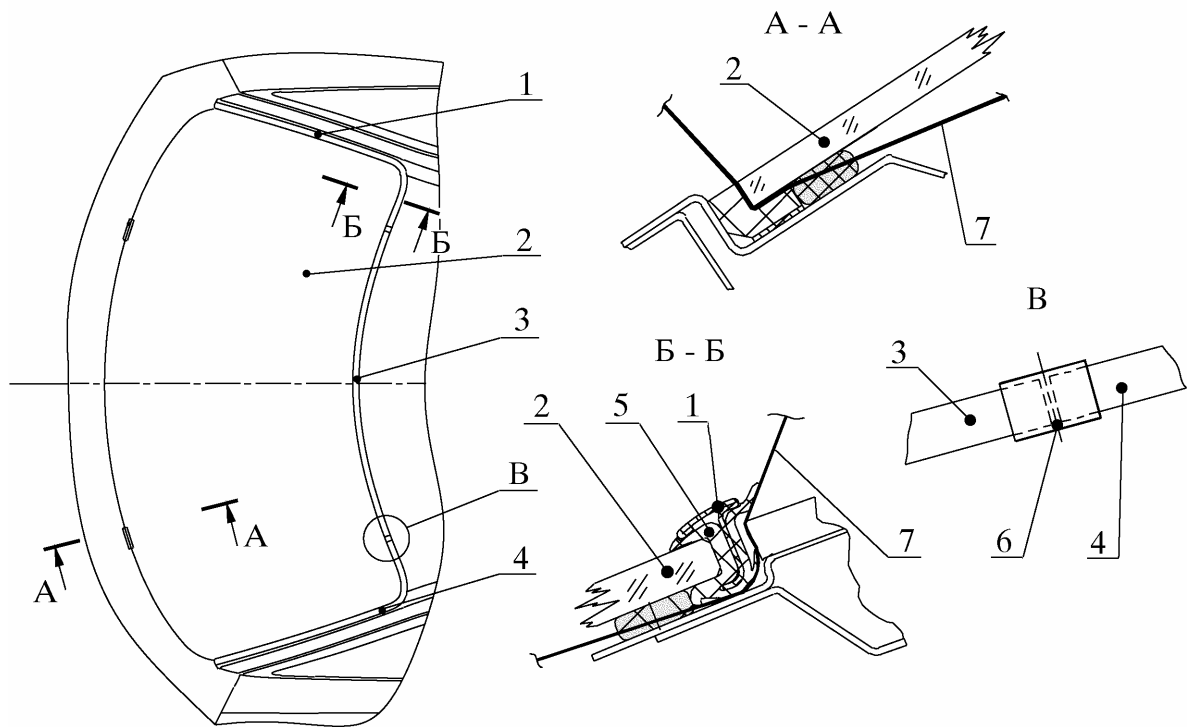

Рис. 4. Снятие ветрового стекла, уплотнителя и окантовок:
**4.6. Продеть через отверстие в клее струну 7** (рис. 4), отжимая панель приборов деревянной лопаткой. Закрепить тросик в приспособлении
*(струна витая типа 691 500 100 ф. WURTH, Германия, диаметром 1,8 - 2,2 мм, длиной 0,7-0,8 м; приспособление для зажима концов струны типа 691 500 103 (104) ф. WURTH, Германия; лопатка деревянная технологическая).*